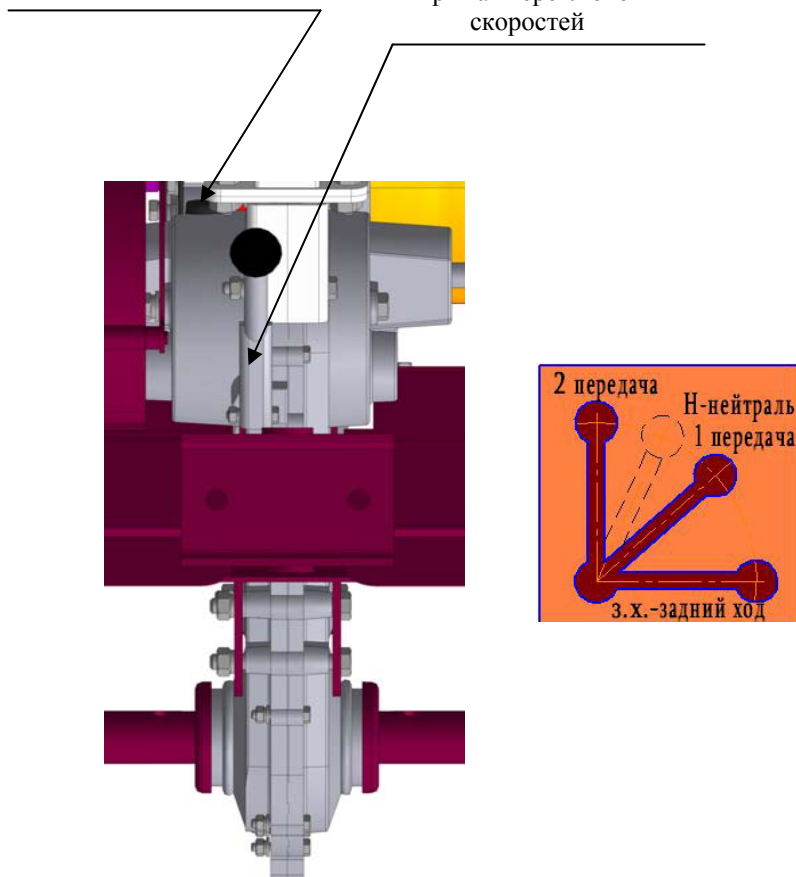

Рис. 7 Схема переключения скоростей
- 6.5 Проверить заправку маслом двигателя и редуктор согласно указаниям в «Руководстве по эксплуатации двигателя» и раздела 5 данного руководства для редуктора. Заправку маслом редуктора мотокультиватора производите через маслосливное отверстие редуктора. (Рис.7)
- положение рукоятки скоростей в «нейтральном положении». (Рис. 7)
- 8.3. Установить рукоятку скоростей в положение 1 или 2 скорости из нейтрального положения. (Рис.7)
- выключить скорость – установить нейтральное положение. (Рис.7)